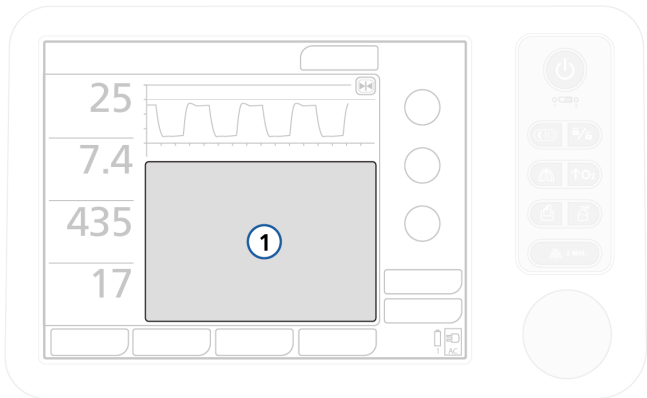

图 6-4. 显示图表窗 (1)
1. 触摸显示屏图表区域的任意位置，打开图表窗。参见图 6-4 中的 (1)。